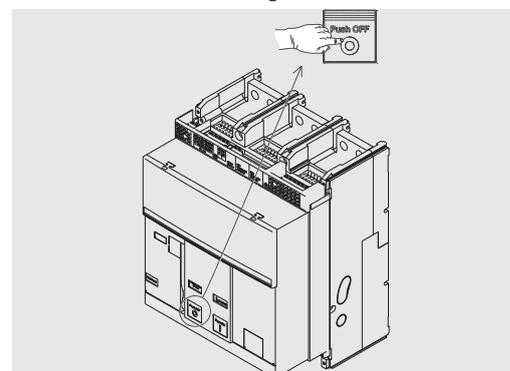

Abbildung 23
6. Ausschalten - Die Ausschalttaste "O - Push OFF" drücken wie in Abbildung 23.